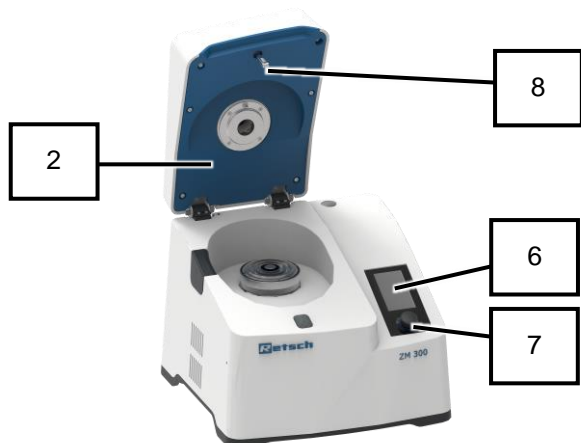

Fig. 62: Lato inferiore coperchio dell'apparecchio
1. Accendere l'apparecchio tramite l'interruttore principale (16) posto sul lato posteriore dell'apparecchio.
- ➔ Il display touch (6) viene attivato e la base del selettore rotativo (7) si illumina brevemente di blu.
2. Premere  sul display touch (62) per sbloccare il coperchio dell'apparecchio..
3. Chiudere manualmente il coperchio dell'apparecchio (2).
4. Spegner l'apparecchio tramite l'interruttore principale (16) posto sul lato posteriore dell'apparecchio mentre il coperchio (2) è aperto.
- ➔ Il display touch (6) si spegne.
- ➔ L'apparecchio è spento e il relativo coperchio (2) è aperto (Fig. 62).